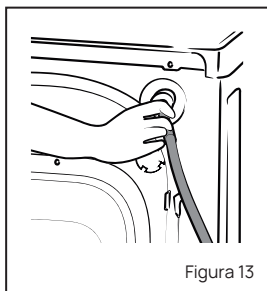

Figura 13
- Desenrosque la manguera de entrada de agua de la parte posterior del lavarropas. Ver figura 13